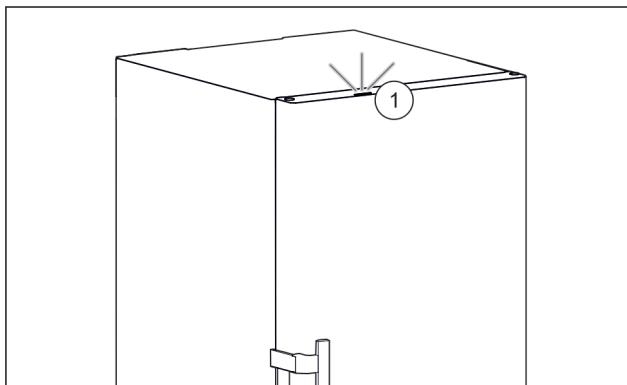

Fig. 61 Активная лампа статуса при закрытой двери
- Лампа статуса Fig. 61 (1) активирована.